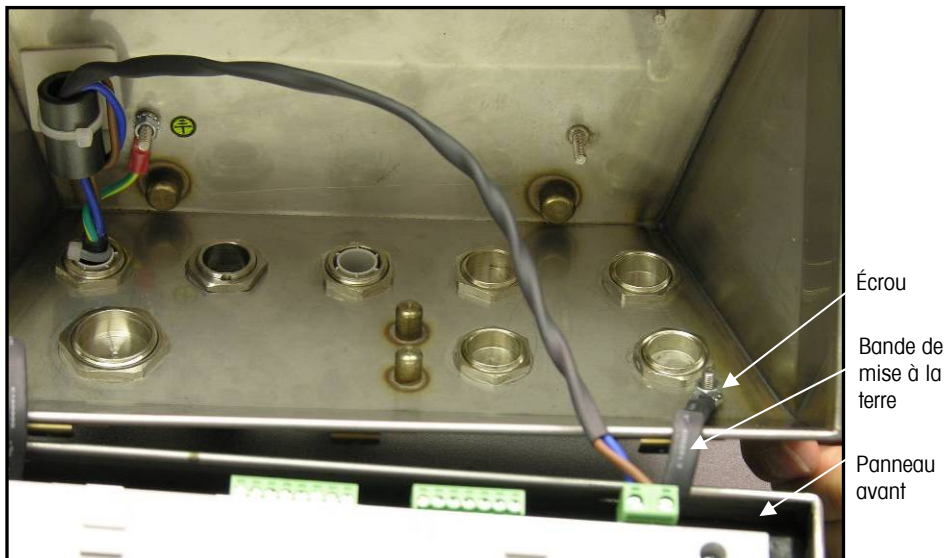

Figure 2-9 : Inversion du couvercle
- c. Faites tourner le couvercle avant sur 180 degrés et fixez à nouveau les deux bandes de mise à la terre aux deux goujons près des bagues à l'aide des deux écrous enlevés au cours de l'étape précédente (voir la Figure 2.9 Serrez les deux écrous).